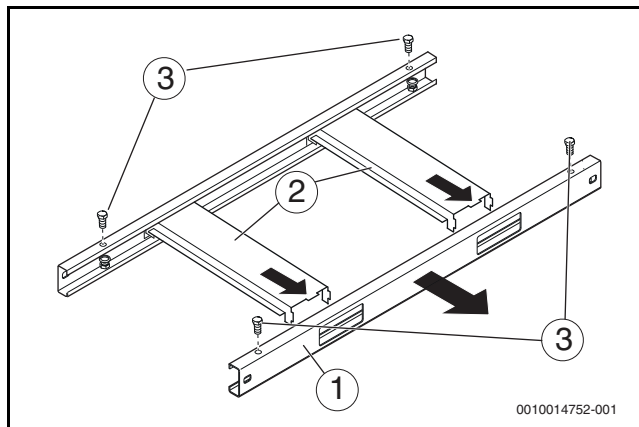

Fig. 7 Demontarea cadrului de bază
Înălțimea de montaj poate fi redusă prin demontarea șinelor cadrului de bază (→ fig. 7, [1], pagina 12) cu grinzi transversale.
- ▶ Desfaceți șuruburile (→ fig. 7, [3], pagina 12).